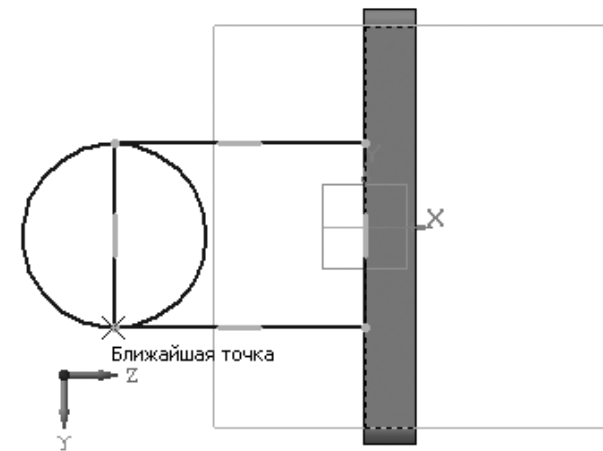

Рис. 3.53. Построение полукруглой части проушины
- подведите указатель курсора к нижней левой вершине прямоугольника. Появится фантом окружности, показанный на рис. 3.53.